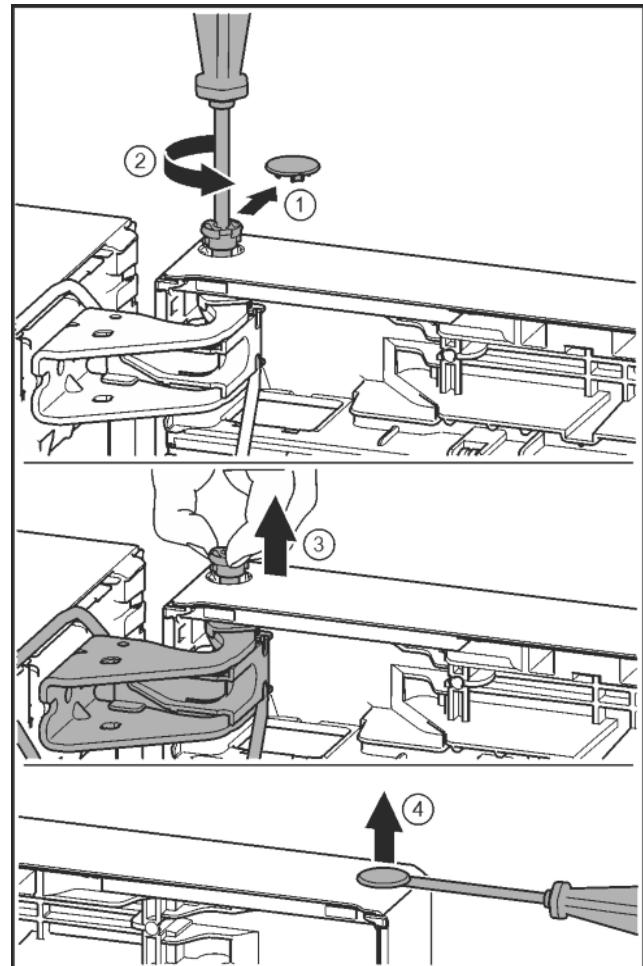

Fig. 23
- Осторожно снять предохранительную крышку. Fig. 23 (1)
- Немного выкрутить палец отверткой T15. Fig. 23 (2)
- Удерживать дверь и вытянуть палец рукой. Fig. 23 (3)
- Осторожно приподнять шлицевой отверткой заглушку из опорной втулки двери и вынуть. Fig. 23 (4)